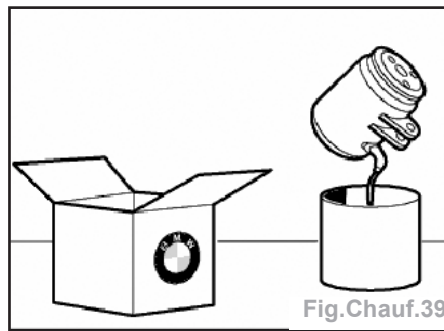

Fig. Chauff.39
- Selon la version, le nouveau compresseur est rempli en usine avec **120 à 200 g** d'huile frigorigène. Ouvrir le bouchon de remplissage et verser tout le contenu du compresseur dans un récipient propre (Fig. Chauff.39).